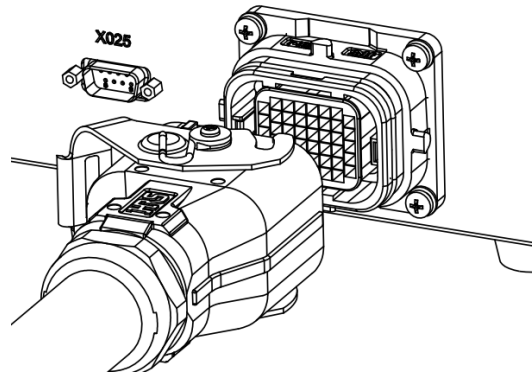

图 5-4 控制柜重载连接器接口
- 步骤2. 连接控制柜，将重载线一端插头插进控制柜重载线连接口（见图 5-4），并扣紧锁扣。